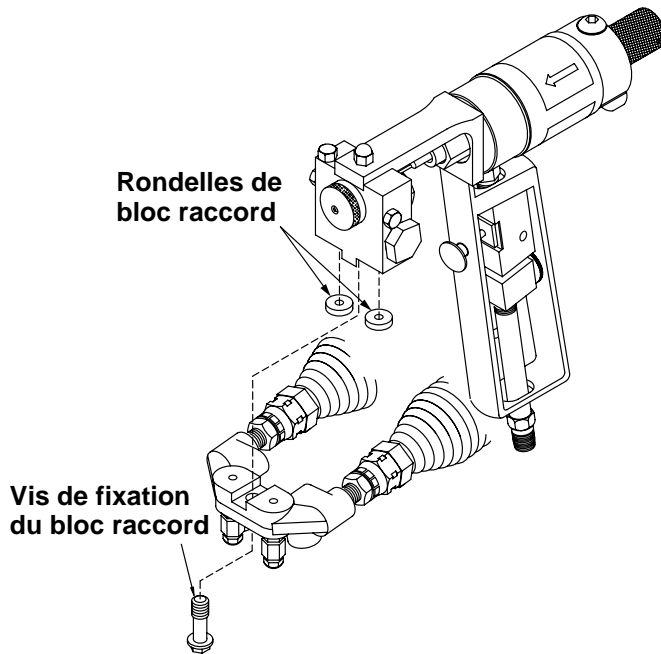

FIG. 3: Bloc raccord
3. Déposer la vis de fixation du bloc raccord (FIG. 3).